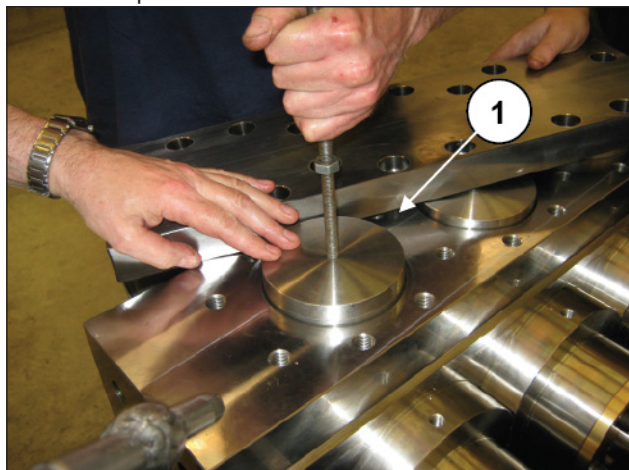
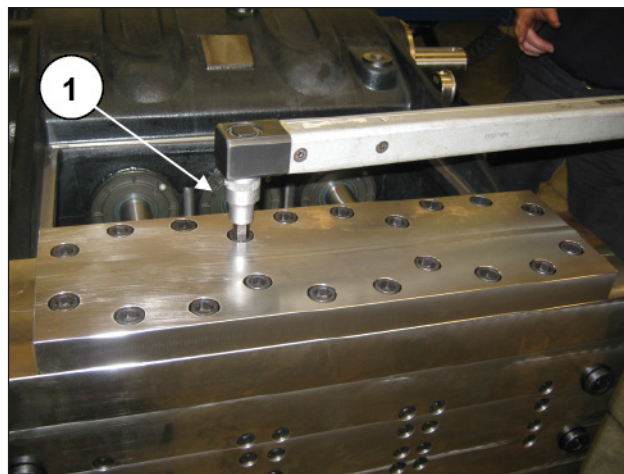

Fig. 195
Fig. 196
Introducir los tapones de la válvula junto con las juntas tóricas y la anilla antiextrusión, colocar la tapa de las válvulas (pos. ①, Fig. 195) y apretar los 24 tornillos M16 (pos. ①, Fig. 196).